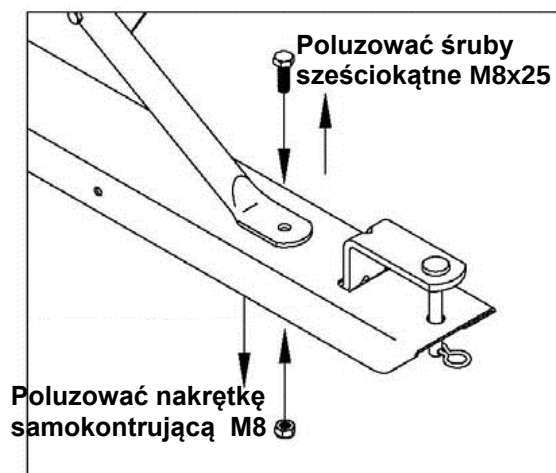

Rys. 3
2. Poluzować nakrętkę samokontrującą M6 ze zbiornika, zamontować uchwyt kontroli przepływu do zbiornika używając zdjętej nakrętki samokontrującej M6 do zamocowania. W przypadku drugiego otworu w uchwycie kontroli, zabezpieczyć go za pomocą jednego kompletu: śruby sześciokątnej M6x16, podkładki płaskiej Ø6 i nakrętki samokontrującej M6. Sprawdzić rys. 3 i 4. **NIE DOKRĘCAĆ NAKRĘTEK I ŚRUB NA TYM ETAPIE.**